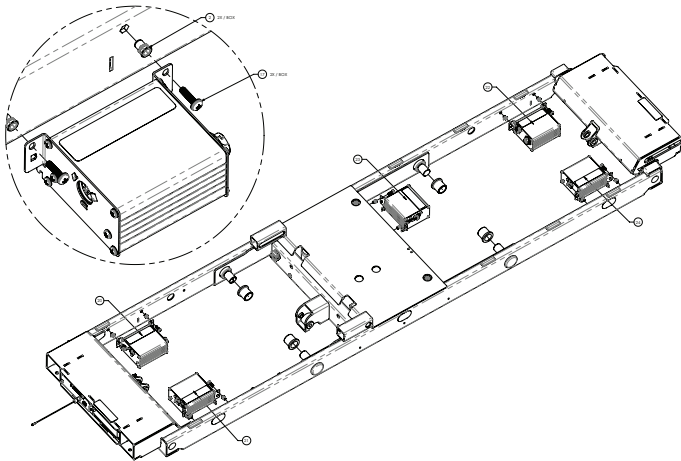

Figure 11 – Remplacement de l'ACB
7. À l'aide d'un tournevis cruciforme n° 2, retirer et conserver les deux vis (17) qui fixent l'ensemble de l'ACB au châssis de la du plan de couchage (Figure 11).
8. Soulever l'ensemble de l'ACB (20, 21) et le détacher du châssis du plan de couchage (Figure 11).